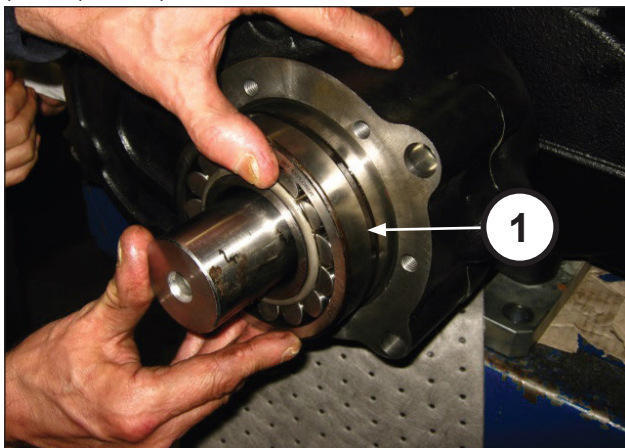

Рис. 80
Установите подшипник 60x130x46 на ведущую шестерню (поз. ①, Рис. 80).